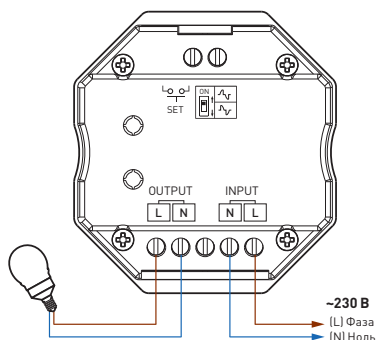

Рис. 3. Схема подключения диммируемых ламп с питанием AC 230 В
- 3.2. Подключите светорегулятор согласно схеме на рис. 3 или 4: